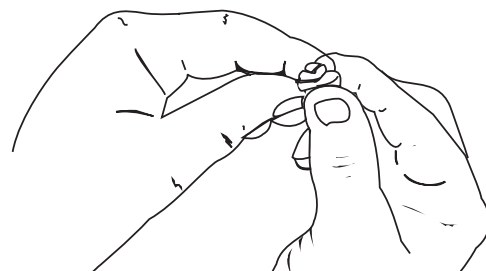

Fig. 25
5. Presione el filtro para esparcir el aceite y eliminar el exceso de aceite (Fig. 25).